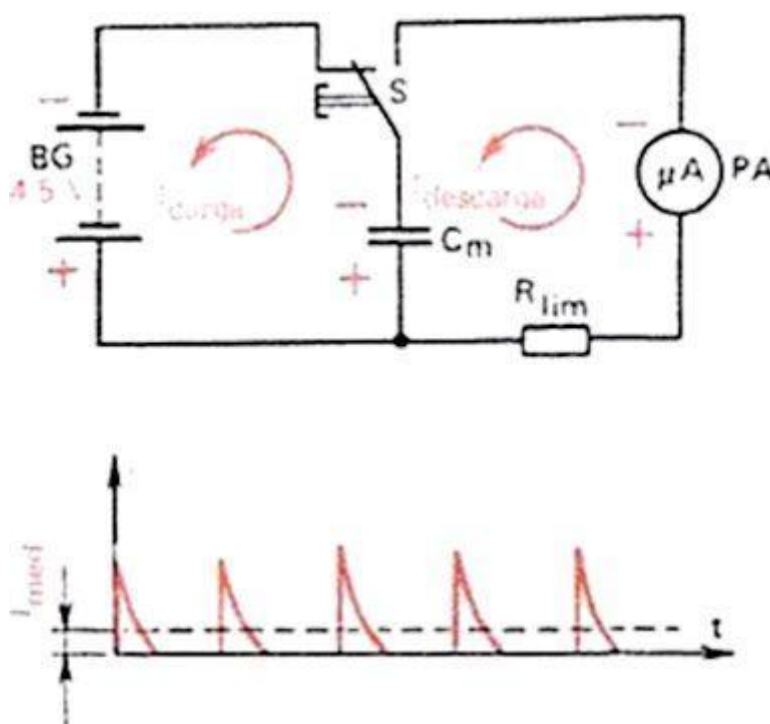

*Figura 190. Experimento ilustrativo del principio de funcionamiento del frecuencímetro de condensadores*
Para comprender esto, haz este experimento. Conecta según el esquema de la Figura 190 una batería 13361Л (BG), un condensador patrón de papel  $C_p$  de 0,5 a 1  $\mu\text{F}$ , un microamperímetro PA para corriente de 100 a 300  $\mu\text{A}$ , por ejemplo, el microamperímetro del aparato de medida combinado o del voltímetro de transistores, y un conmutador de botón S de tipo KM1-1. En serie con el microamperímetro conecta el resistor limitador  $R_1$ , cuya resistencia debes calcular por la fórmula  $R_1 = U_b / I_1$ , en la que  $U_b$  es la tensión máxima de la batería que emplees en el experimento, e  $I_1$ , la corriente de desviación total de la aguja del microamperímetro. El conmutador de botón S conéctalo de manera que sus contactos se encuentren en la posición que indica el esquema. En estas